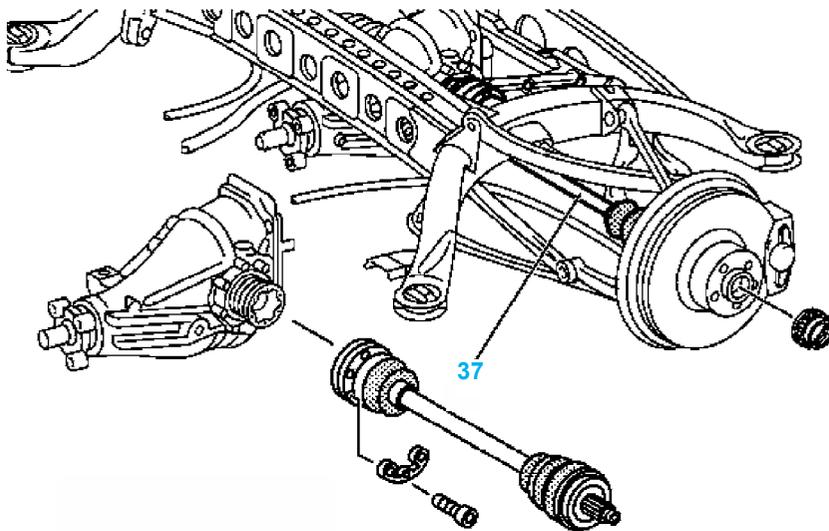

Fig.Trans.2
- Démontez l'écrou douze-pans à collet du demi-arbre d'essieu arrière (37) (Fig.Trans.2).
- Extraire, à l'aide d'un extracteur, le demi-arbre d'essieu arrière (37) de la fusée arrière.
**Attention** : ne pas endommager le rotor du transmetteur de vitesse de rotation et le soufflet caoutchouc sur le demi-arbre d'essieu arrière (37).
- Démontez les demi-arbres de roue (37) sur la bride de raccordement.
**Attention** : pour éviter les dommages aux roulements de roue, le véhicule ne doit pas être déplacé sur ses roues lorsque le demi-arbre d'essieu arrière (37) est déposé.